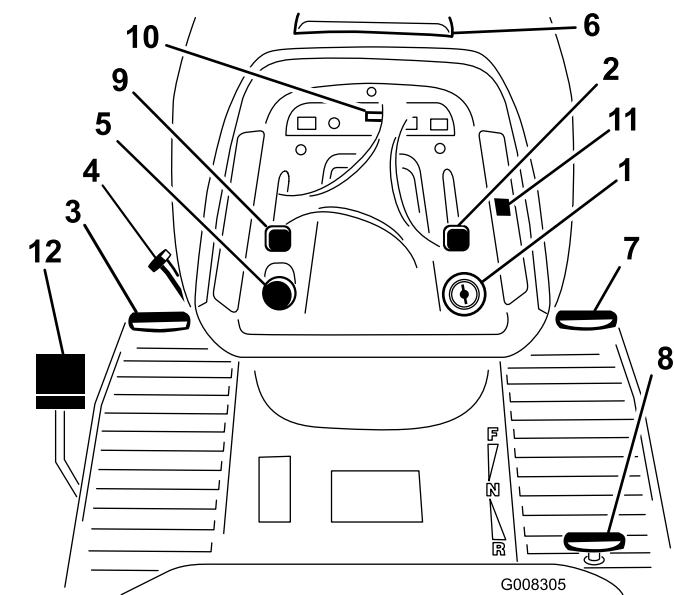

Figura 4
Familiarícese con los controles (Figura 4) antes de poner en marcha el motor y trabajar con la máquina.
1. Pise a fondo el pedal de freno (Figura 4) y manténgalo en esa posición.
2. Gire la palanca del freno de estacionamiento (Figura 4) en sentido contrario a las agujas del reloj y levante poco a poco el pie del pedal de freno.
1. Pise el pedal del freno (Figura 4).
2. Ponga el interruptor de control de crucero en Conectado (Figura 4).
El contador de horas está situado en el panel de instrumentos (Figura 4) y muestra el número total de horas de operación de la máquina.